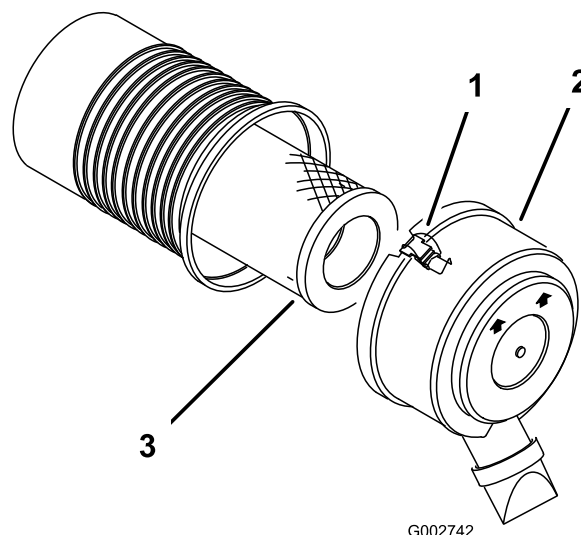

Figure 36
- Nettoyez la surface autour du filtre à air pour éviter que des impuretés ne s'introduisent dans le moteur et l'endommagent. Ouvrez les dispositifs de verrouillage du filtre à air et enlevez le couvercle du corps du filtre (Figure 36).
- Sortez l'élément filtrant du corps du filtre avec précaution (Figure 36). Évitez de cogner l'élément à l'intérieur du corps.
2. Insérez l'élément filtrant dans le corps du filtre avec précaution (Figure 36). Assurez-vous qu'il est bien engagé en appuyant sur le rebord extérieur.
3. Remettez en place et verrouillez le couvercle du filtre à air (Figure 36).